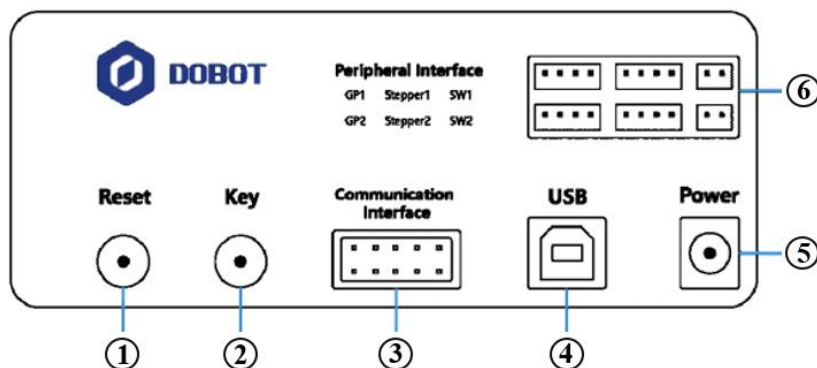

Рис. 2. Разъемы и функциональные кнопки на задней части основания
На задней части основания (рис. 2) размещены кнопки перезагрузки (1), выполнения загруженной программы (2), разъемы для подключения питания (5), кабеля для программирования (4), пульта дистанционного управления (3), сторонних устройств и датчиков (6).